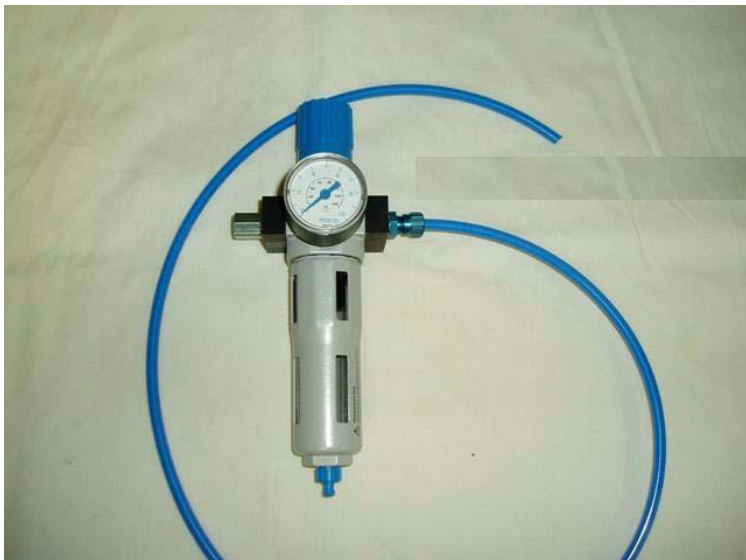

Abb. 1: Anschluss Durchflussregler/Filter
1. Zum Anschluss an die Druckluftversorgung ist eine auf einen Mindestarbeitsdruck von 3 (43.5 psi) bar ausgelegte, steife Rohrleitung zwischen Anschlussstelle und Heißverformbarkeitsprüfgerät - Eingangsstutzen zu verlegen. Da der Luftfilter regelmäßig gereinigt werden muss, sind Durchflussregler bzw. Filter leicht zugänglich anzubringen. Durchflussregler bzw. Filter über die Rohrleitung und 4mm ID (= Innendurchmesser) Schlauchleitung (im Lieferumfang enthalten) an den Heißverformbarkeitsprüfgerät anschließen (siehe Abb. 1).
4. Darstellung des Durchflussreglers (Luft)/Filter in Abb. 1 mit Luftversorgungsanschluss am Tester (rechts). Der links abgebildete Sechskantadapter wird nur bei einem 1/8 Zoll NPT Lufteinlass benötigt. In allen anderen Fällen wird der 1/8G Gewindeanschluss (im Lieferumfang des Durchflussreglers/Filter enthalten) verwendet. Beim Anschluss O-Ring zwischen Anschlussstutzen und Durchflussregler/Filter auf korrekten Sitz überprüfen.
5. Sobald der Heißverformbarkeitsprüfgerät an seinem Einsatzort aufgestellt, die Luft- und Gasversorgung angeschlossen ist und sämtliche Anschlüsse auf Leckagefreiheit überprüft wurden, sind folgenden Elemente an die Geräteanschlusports rechts am Schaltschrank (siehe Abb. 1) anzuschließen: